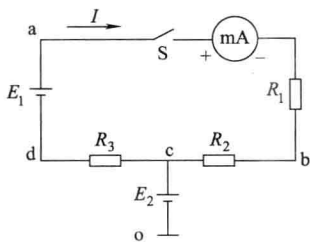

图 1-8 直流电流、电压和电位的测量电路
(1) 万用表的使用 参看万用表的使用方法和注意事项。
(2) 直流电流的测量 按图 1-8 所示电路接线, 然后将万用表的转换开关旋至直流电流挡, 量程按被测电流的大小确定, 此时的万用表就是一块直流电流表。测量电流时, 应将直流电流表与被测电路串联, 使电流由标“+”的接线柱流入, 由标“-”的接线柱流出。合上开关 S, 读出电流大小, 填入表 1-2 中。
① 按图 1-8 接线时, 应先调准各电阻的阻值, 然后接通电源, 以免因短路而造成仪器仪表损坏。
② 正确选择直流电流表和直流电压表的量程。若量程过大, 指针偏转角度很小, 会造成较大的测量误差; 若量程过小, 指针偏转超过满刻度, 不仅无法读数, 甚至还会损坏仪表。
③ 切忌用电流挡测电压。